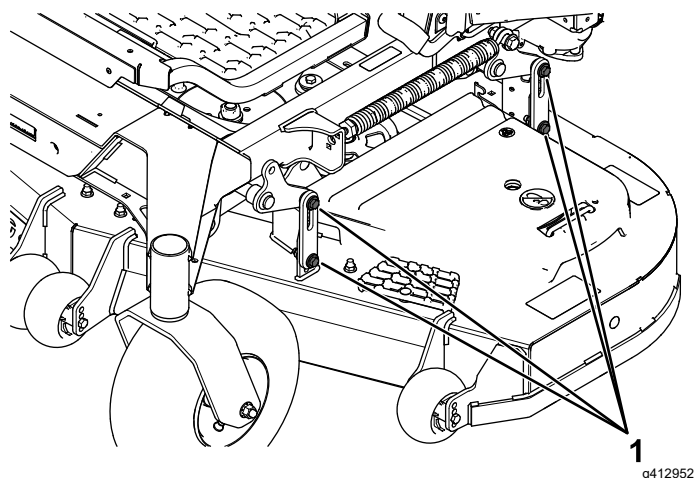

Figura 87
16. Slăbiți uruburile (**Figura 87**) din toate cele 4 coluri i asigurați-vă că puntea mainii de tuns iarba stă fixată în siguranță pe toate cele 4 blocuri.